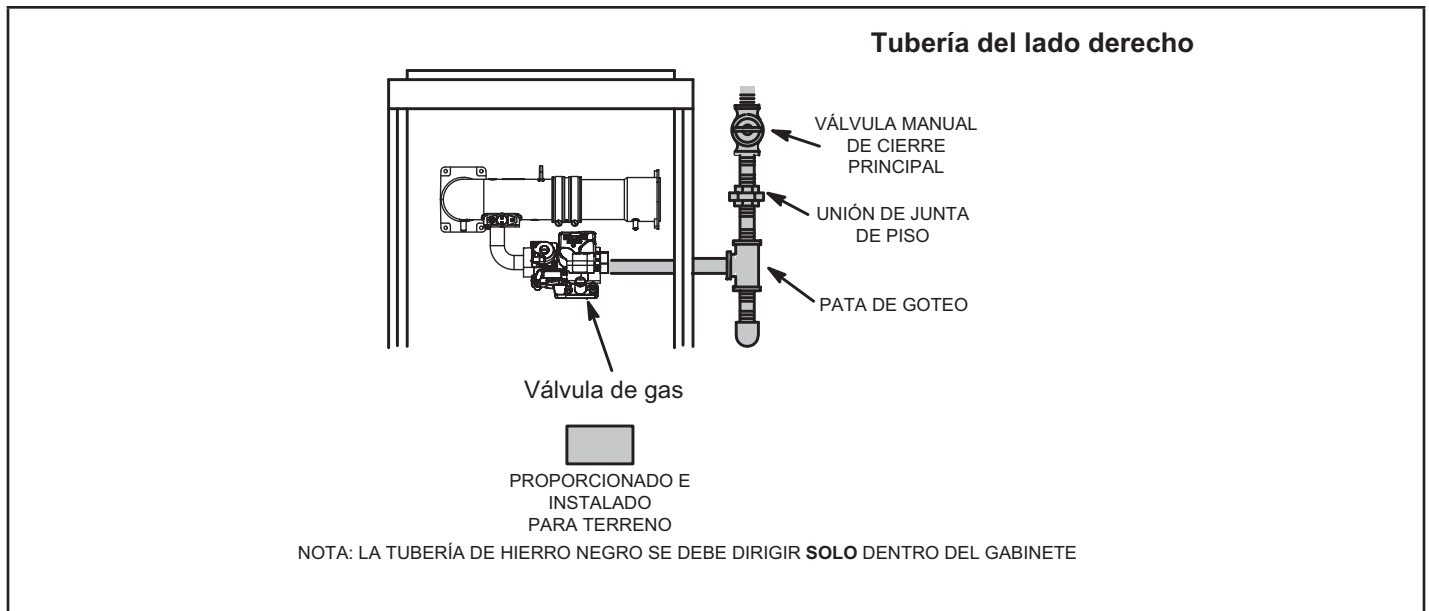
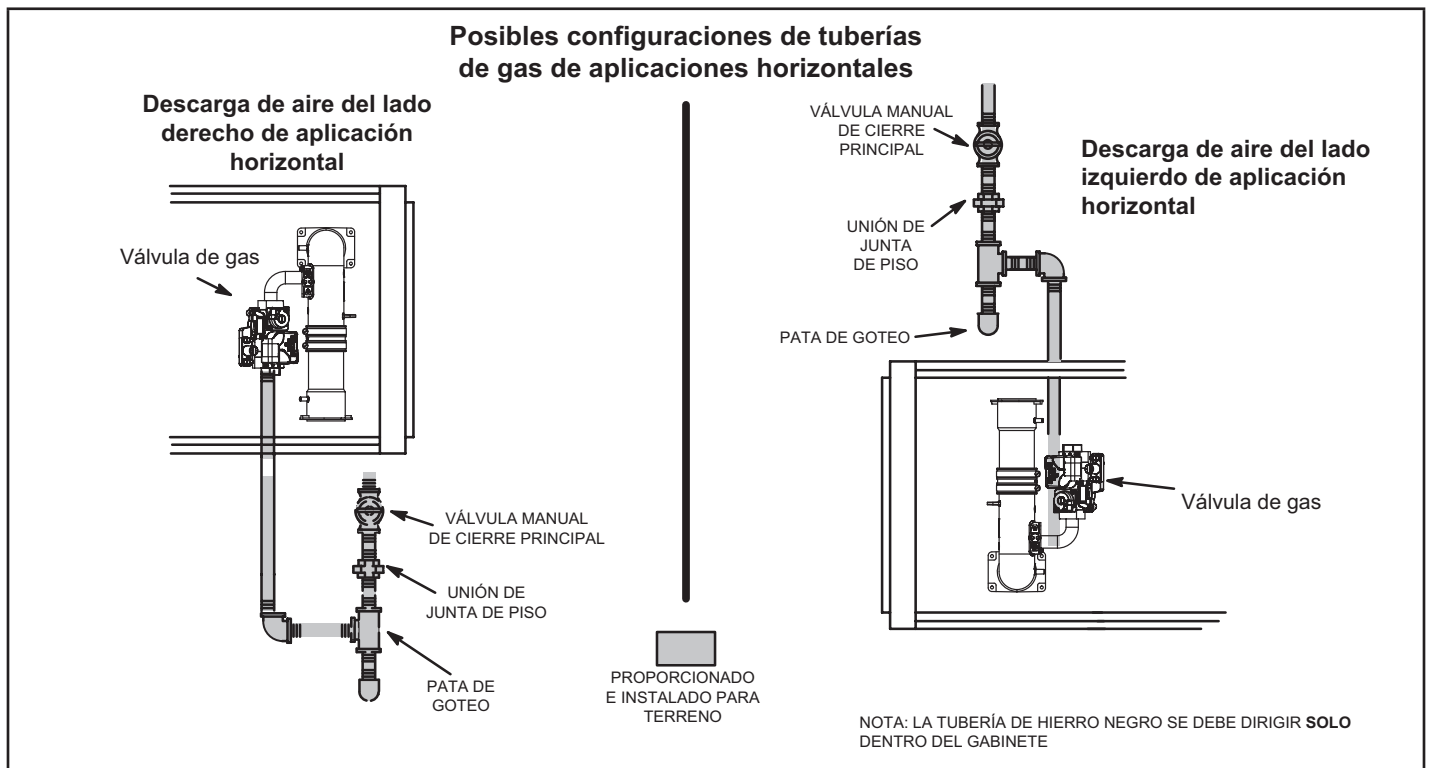

FIGURA 44
FIGURA 45
- 1 - La tubería de gas se puede conducir a la unidad a través del lado derecho únicamente. La tubería de suministro entra a la válvula de gas desde el costado de la válvula como se muestra en la FIGURA 44. Conecte la tubería de suministro de gas a la válvula de gas. La torsión máxima es de 800 pulg-libras y la torsión mínima es de 350 pulg-libras cuando se conecte la tubería de gas a la válvula de gas.
- 3 - La tubería de gas no debe tenderse a través de los conductos de aire, canaletas de ropa, chimeneas o ventilación de gas, montaplatos o el hueco del ascensor. Centre la línea de gas en el centro del agujero para tuberías. La línea de gas no debería tocar el costado de la unidad. Ver la FIGURA 44 y la FIGURA 45.